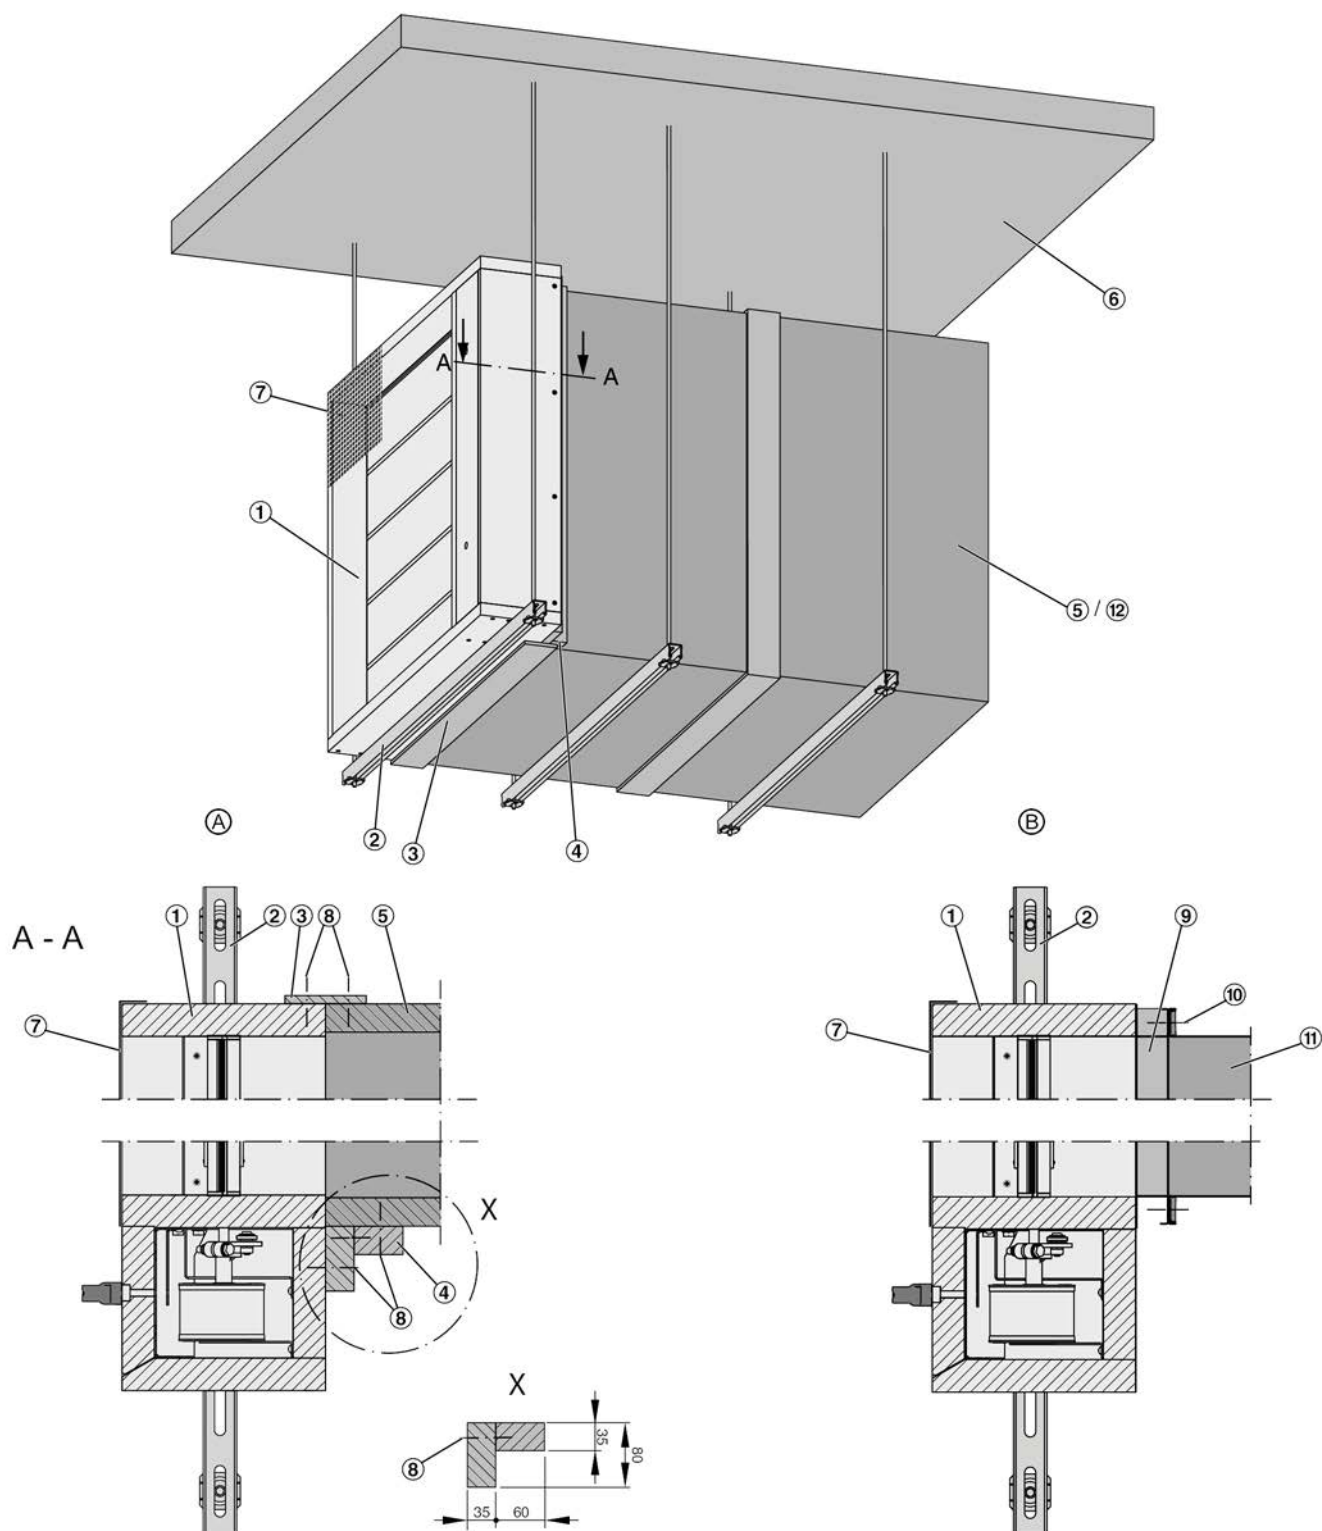

Fig. 33: Installazione all'estremità di un condotto di estrazione dei fumi orizzontale
3. ▶ Fissare una sezione angolare (Fig. 33 /4) tra la scatola dell'attuatore e il condotto di estrazione dei fumi.
4. ▶ Collegare il condotto di estrazione dei fumi resistente al fuoco alla serranda tagliafumo con una striscia (Fig. 33 /3) ☞ 6 «*Condotto di evacuazione dei fumi e griglia di copertura*» a pag. 66 .
1. ▶ Sospendere la serranda tagliafumo (Fig. 33 /1) con controtelai di collegamento su entrambi i lati (opzionale; Fig. 33 /9) ☞ 5.9 «*Sospensione della serranda antifumo*» a pag. 65 .
2. ▶ Portare il condotto di estrazione dei fumi (Fig. 33 /11) alla serranda tagliafumo e sospenderlo.
3. ▶ Fissare con le viti (Fig. 33 /10) il condotto di estrazione dei fumi al controtelaio di montaggio.